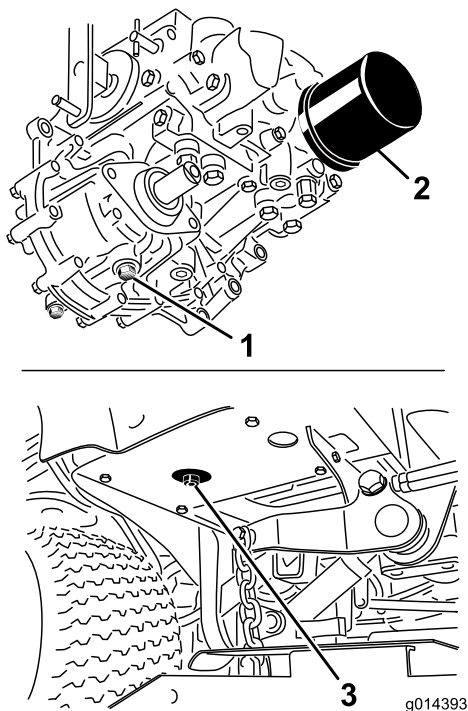

Figura 54
3. Coloque um recipiente grande sob o reservatório hidráulico e cárter da transmissão e retire os bujões, drenando todo o fluido hidráulico (Figura 54).
4. Limpe a zona em redor do filtro de óleo hidráulico e retire-o (Figura 54).